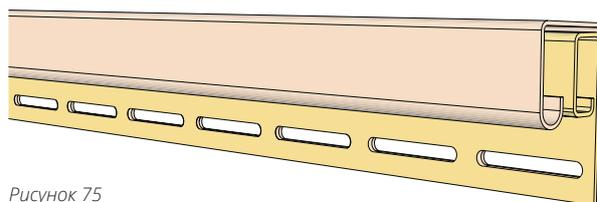

Рисунок 75
- 17.2** Перфорационные отверстия двух доборных элементов должны совпадать (рис. 75).